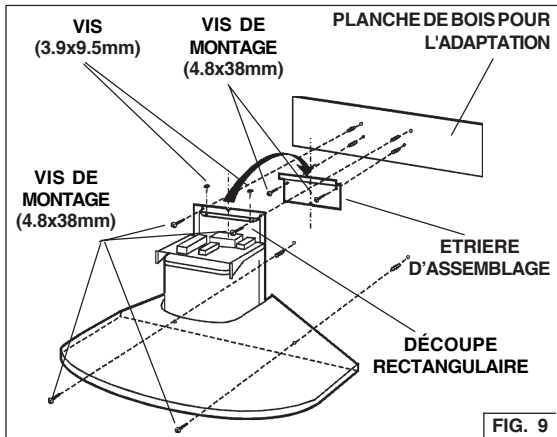

FIG. 9
3. Alignez l'ouverture rectangulaire située à l'arrière de la hotte avec le support de fixation murale. Abaissez lentement la hotte jusqu'à ce qu'elle s'emboîte avec le support (fig. 9).
4. Mettez la hotte à niveau au moyen des (2) vis (3.9x9.5mm) et fixez-la au moyen de deux (4) vis de montage (4.8x38mm). Si vous ne disposez pas de poteaux de cloison ni d'armature, utilisez les ancrés murales fournies (fig. 9).